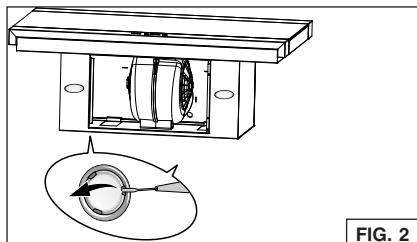

FIG. 2
- Ouvrez le couvercle en faisant levier sur les fentes prévues à cet effet. Fig. 2.